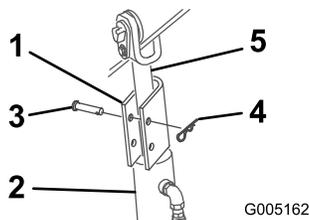

Figura 22
4. Coloque un bloqueo de cilindro sobre la varilla de cada cilindro de elevación (Figura 22).
5. Fije cada bloqueo de cilindro con un pasador y una chaveta (Figura 22).